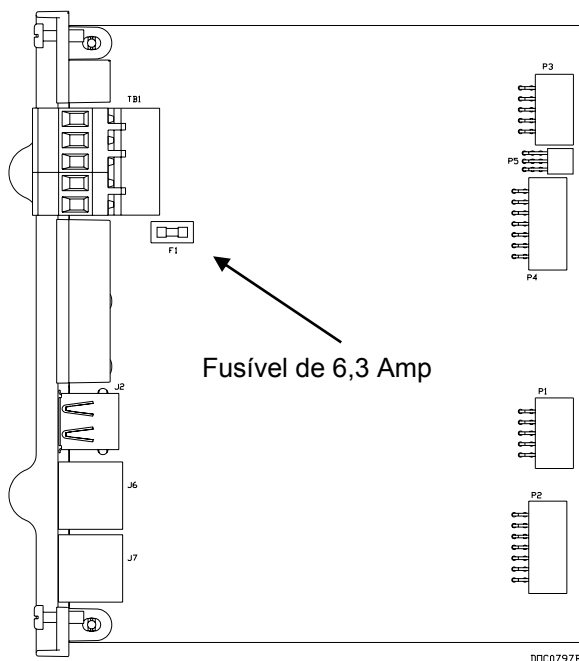

Figura 12. Fusível de 6,3 Amp do CPU
Se o servidor não funcionar, mas você acredita que ele tem energia, e o LED DE ENERGIA não acender, talvez seja necessário substituir o fusível de 6,3 Amp no módulo CPU (consulte a *Figura 12*).
7. Examine o fusível (consulte a *Figura 12*) e, se necessário, substitua por um fusível MSB de 6,3 A (Slo-Blo).